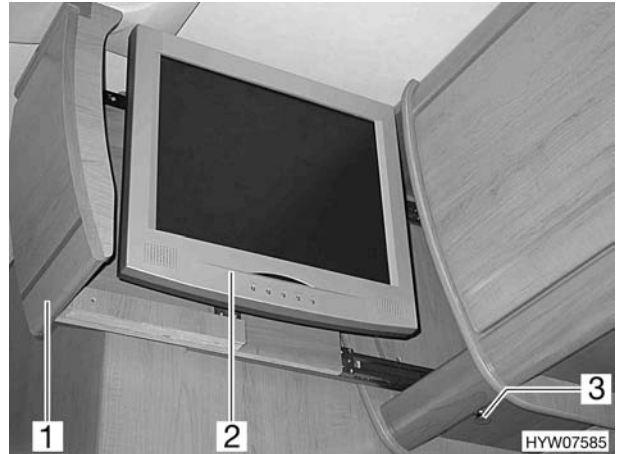

Bild 4 Flachbildschirm
- Den Flachbildschirm (Bild 4,2) in Ausgangsstellung drehen (Bild 4).
- Auszug am Griffstück (Bild 4,1) ganz hineinschieben.
- Druckknopf (Bild 4,3) hineindrücken, bis er einrastet. Der Auszug ist gesichert.